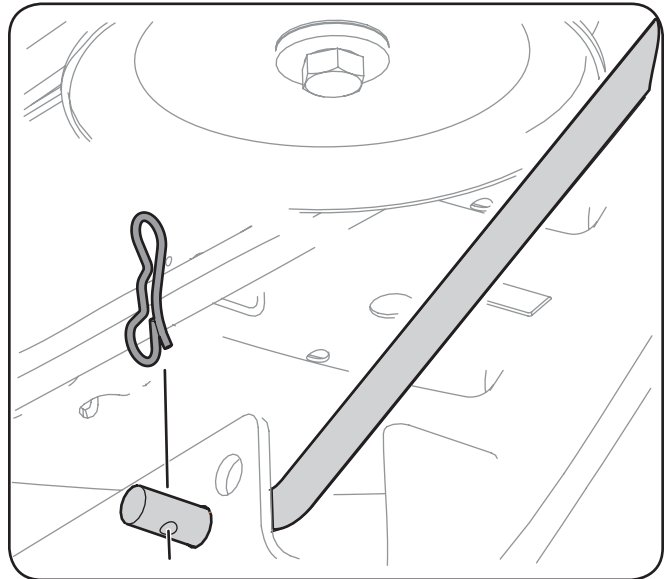

Figura 7-4
- Tire del pasador de chaveta hacia afuera de la varilla de elevación delantera de la plataforma que la sujeta a la plataforma. Consulte Figura 7-4. Saque la varilla de elevación de la plataforma de la ménsula de suspensión frontal.